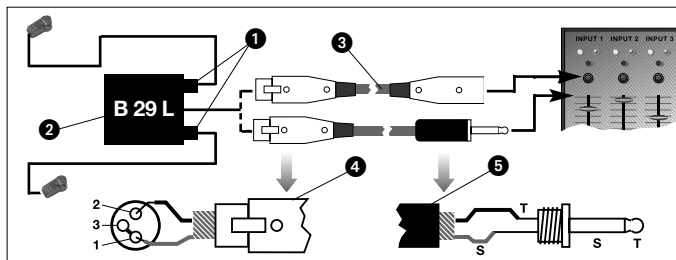

Abb. 3: Anschluss-Schema mit B 29 L
- Siehe Abb. 3. 1. **Kabel anstecken:** Stecken Sie den Mini-XLR-Stecker (1) am Kabel des Pickups bis zum Anschlag in eine der beiden Mini-XLR-Buchsen am B 29 L (2). Der Stecker (1) verriegelt sich automatisch.
Siehe Abb. 3.